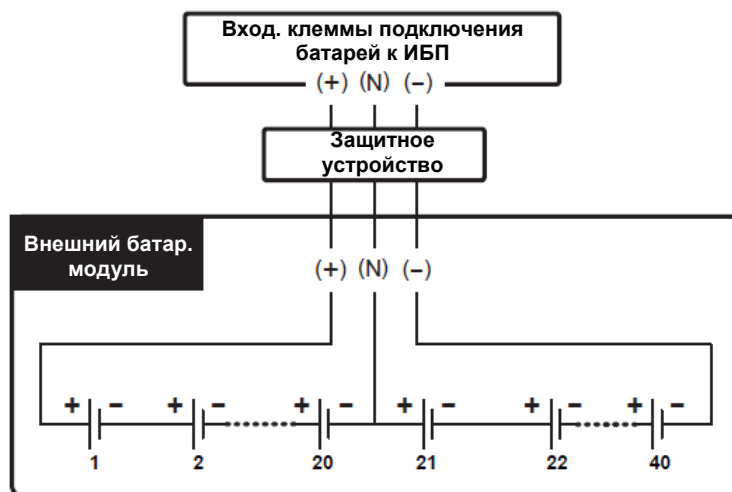

Рисунок 5-27: Подключение внешнего батарейного модуля
- Установленное на заводе количество батарей составляет 40 шт. по 12 В постоянного тока, соединенные гирляндой; нейтраль внешнего батарейного модуля необходимо подсоединить к среднему контакту между 20 и 21 батареями. Необходимо использовать батарейные кабели для подключения внешнего батарейного модуля к клеммам +, - и N, обозначенным на ИБП. См. **Рисунок 5-27**.